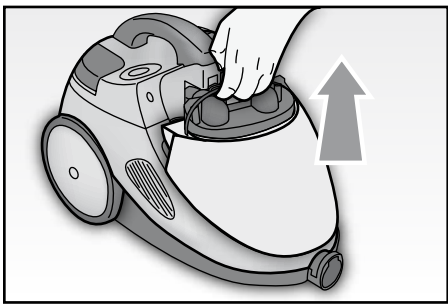

Fig. 3
- Вынуть ёмкость (C) вместе с фильтром (B), приподнимая её вверх при помощи ручки (Рис.3).